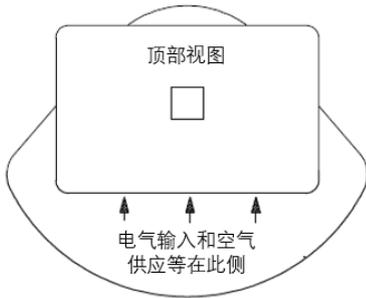

图1. 执行器方口和定位器盒的中间行程方向。
3.1.1 将执行器叶片移动到中间行程位置，并将其输出方口放置如图1所示。这是为了防止后续定位器方口时出现错误。
3.1.3 将定位器机体按照图1所示的方向螺栓固定到执行器上，注意O形圈位于正确位置以密封进入执行器的端口，并确保执行器轴在其孔中居中。